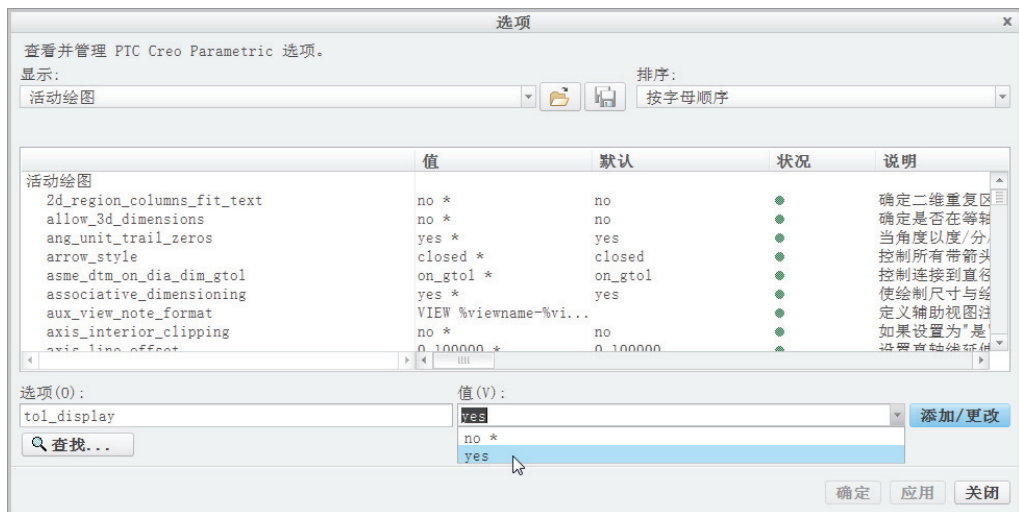

图 11-68 修改“tol_display”选项值
3) 在“选项”对话框的“选项”文本框中输入“tol_display”，在“值”下拉列表框中选择“yes”，如图 11-68 所示，然后单击“添加/更改”按钮。